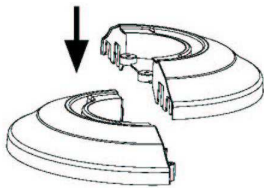

Fig.1
- Pour installer le socle, assemblez les 2 parties comme sur la **figure 1**.